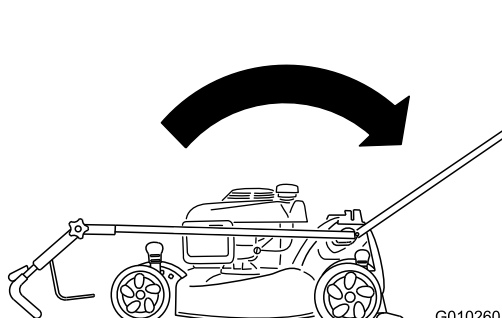

Figura 3
1. Mueva el manillar hacia atrás y sujete en su lugar el manillar superior (Figura 3).